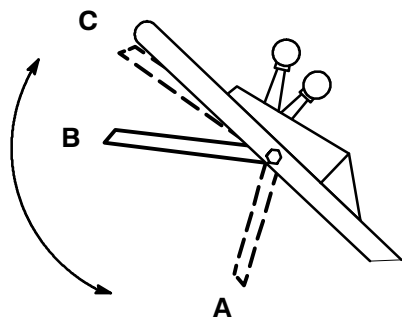

Figure 9
- COMMANDE DE LA LAME ET DE LA TRACTION** (Fig. 9) — Lorsque la barre de commande est en position "A", la glisser vers la droite et la lever en position "B" pour embrayer la lame. Serrer la barre de commande contre le mancheron en position "C" pour embrayer la traction. Pour débrayer la traction sans débrayer la lame, laisser la barre de commande descendre doucement en position "B". Pour embrayer